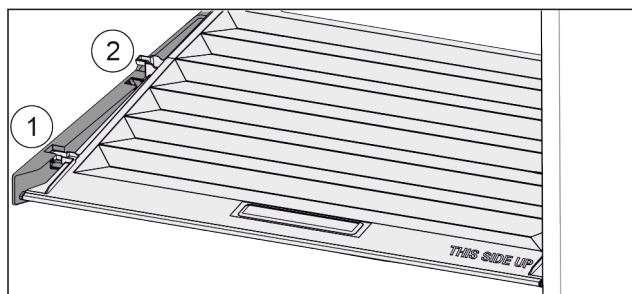

Fig. 56
- ▶ Veko potiahnite dopredu až k otvoru v prídržných dieloch Fig. 56 (1).
- ▶ Vzadu ho nadvihnite zospodu a zložte smerom nahor Fig. 56 (2).